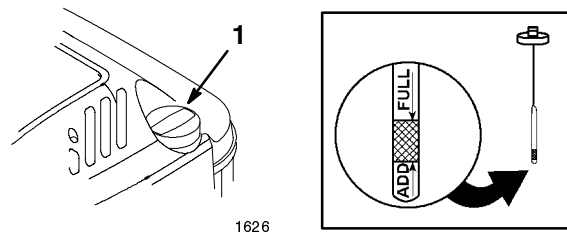

Abbildung 7
Vor jedem Einsatz darauf achten, daß der Ölstand zwischen den Markierungen *Add* und *Full* am Peilstab liegt (Abb. 7).
2. Den Bereich um den Peilstab herum reinigen (Abb. 7).
6. Den Ölstand am Peilstab ablesen (Abb. 7).